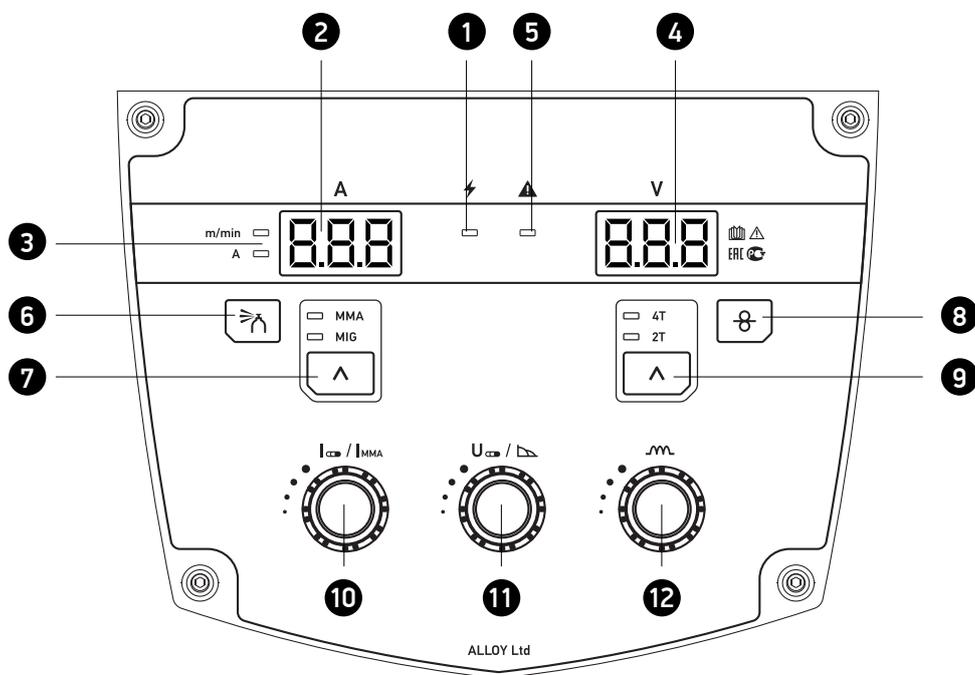

Рис. 4.1
Функции управления, отображенные на панели (см. рис.4.1.), сгруппированы согласно сфере их применения. Параметры легко изменяются посредством кнопок и регуляторов.
6.2.1 Для переключения аппарата в режим MIG/MAG нажать на кнопку поз.7 (рис. 4.1).
6.2.2 Нажатием на кнопку поз.9 (рис. 4.1) выбрать режим работы горелки (2-х тактный, 4-х тактный).